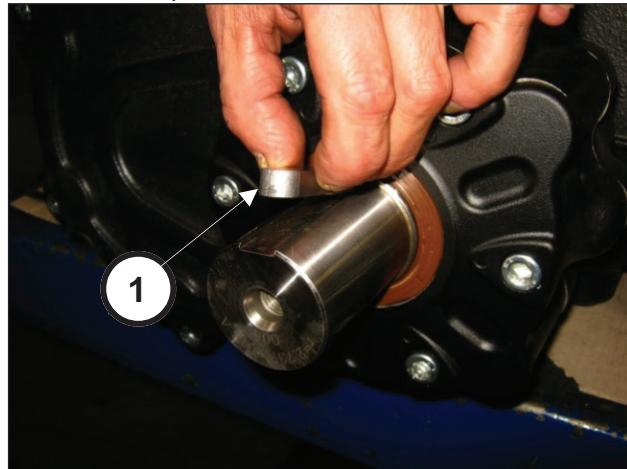

Рис. 3
Снимите шпонку с вала ВОМ (поз. ①, Рис. 3).